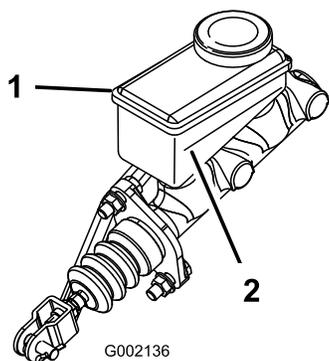

Рисунок 52
5. Проверьте уровень жидкости в боковой части бачка (Рисунок 52).
- B. Доливайте тормозную жидкость DOT 3 в бачок, пока ее уровень не будет выше отметки «Минимум» (Рисунок 52).